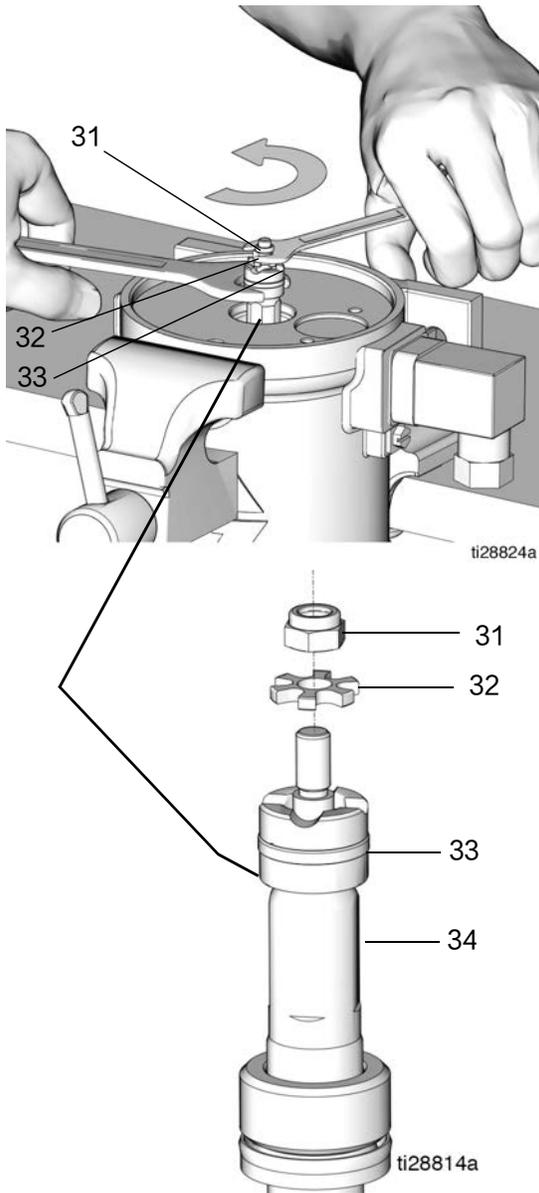

图 18
15. 泵活塞子组件 (33)
将扳手固定在活塞杆 (34) 的平面上。使用第二把扳手从活塞顶部拆下防松螺母 (31) 和星形垫圈 (32) (图 18)。取下防松螺母和星形垫圈。妥善保管这些零配件, 以备重新装配。